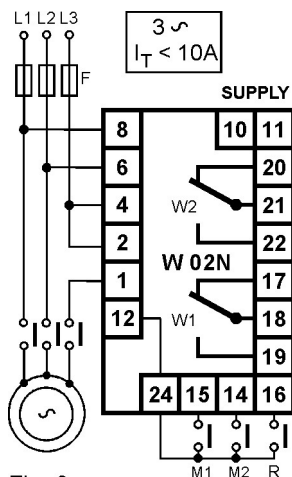

Fig. 8
- Seguire lo schema di fig.8
- Follow diagram of fig.8
a) Se  $I_t$  è minore di 10A si può usare l'inserzione diretta (v. schemi di fig.8 e 10.)
Tensione motore 400Vac,  $I_t=3,5A$  (fig.8).